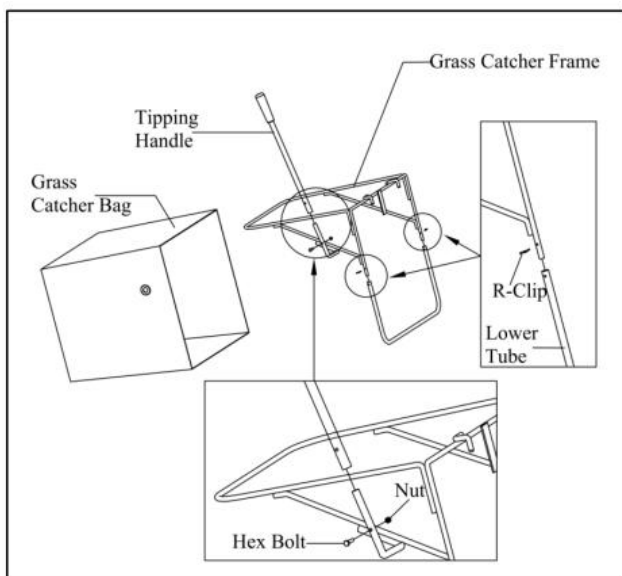

Figure 5
- 1) Assemblez le tube inférieur du bac à herbe au cadre principal du bac à herbe. Utilisez le clip R pour le fixer (Figure 5).
- 3) Assemblez la poignée de basculement de l'herbe avec les fixations comme indiqué (figure 5).